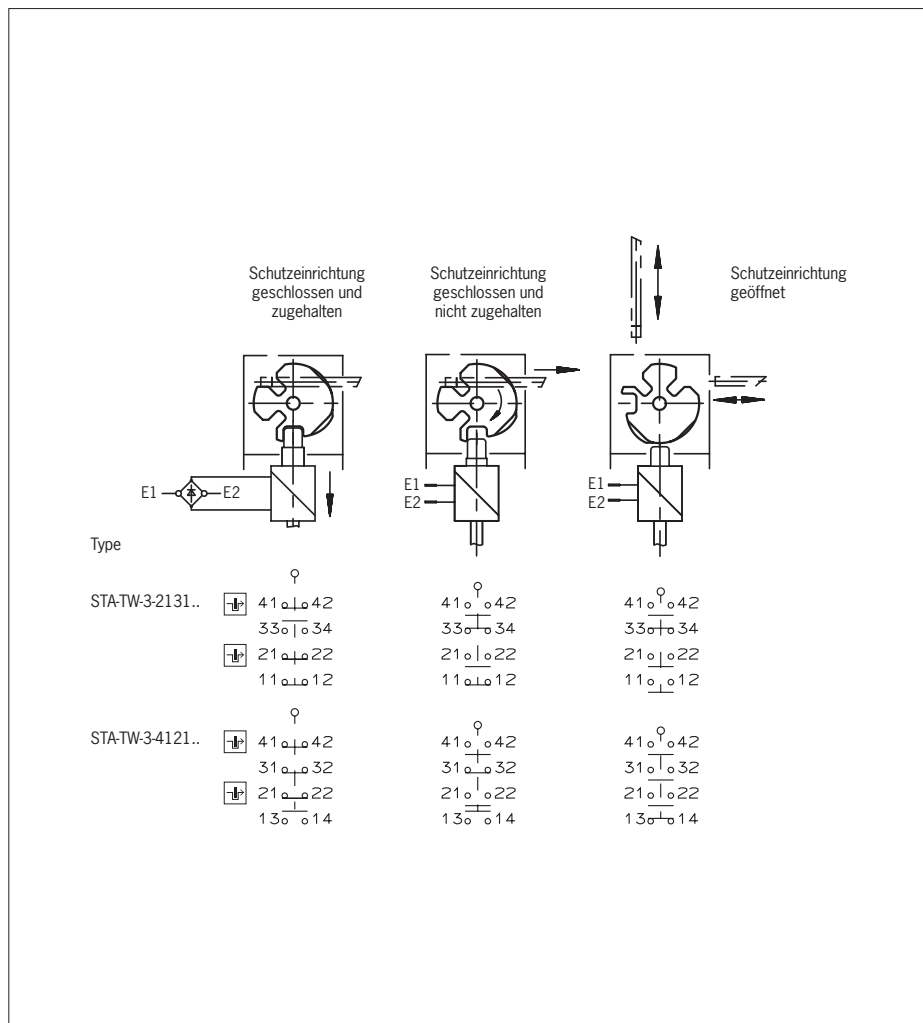

Bild 3: Schaltelemente und Schaltfunktionen
Es muss mindestens ein Kontakt verwendet werden. Dieser signalisiert den Zustand der Zuhaltung (Kontaktbelegung siehe Bild 3).
Es muss mindestens ein Kontakt verwendet werden. Es können auch Kontakte mit dem Symbol verwendet werden (Kontaktbelegung siehe Bild 3).
- Anschließen und Klemmen mit 0,5 Nm anziehen (Kontaktbelegung siehe Bild 3).